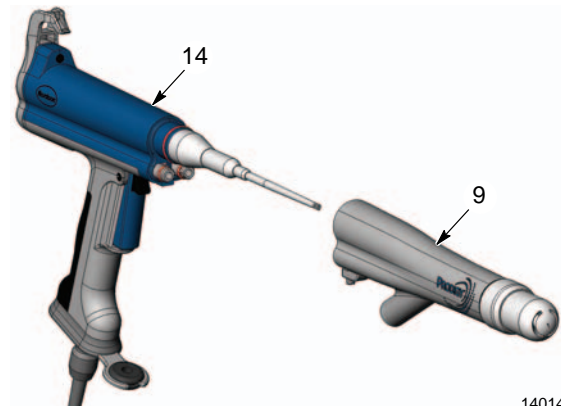

Bild 3 Demontering av adapter
3. Se bild 3. Drag av adaptern rakt ut från pistolkroppen (14).